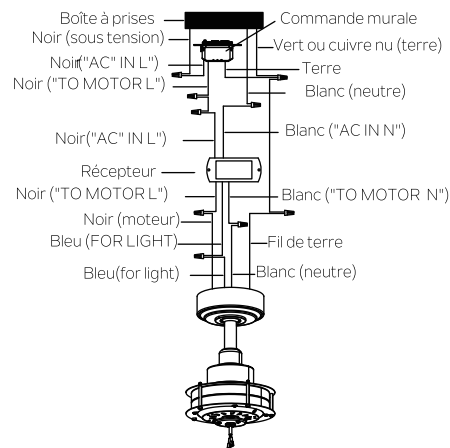

Fig. 13
**Étape 2.** Connexions électriques du moteur au récepteur: Connectez le fil NOIR du ventilateur au fil NOIR marqué "TO MOTOR L" du récepteur. Connectez le fil BLANC du ventilateur au fil BLANC marqué "TO MOTOR N (AU MOTEUR N)" du récepteur. Connectez le fil BLEU du ventilateur au fil BLEU marqué "FOR LIGHT (POUR LA LUMIÈRE)" du récepteur. Sécurisez les connexions des fils avec les connecteurs en plastique (fournis). ( Fig. 13)
**Étape 3.** Connexions électriques du récepteur de télécommande à la boîte à prises: Connectez le fil NOIR (sous tension) du plafond au fil NOIR marqué "AC IN L" de la commande murale. Connectez le fil BLANC (neutre) du plafond au fil BLANC marqué "AC IN N" du récepteur. Connectez le fil NOIR (To Motor L) de la commande murale au fil NOIR marqué "AC IN L" du récepteur. Sécurisez la connexion des fils avec les connecteurs en plastique (fournis). (Fig. 13)
**Étape 4.** Si votre boîte à prises dispose d'un fil de mise à la terre (verte ou cuivre nu), connectez-la aux fils de terre du ventilateur. Si elle ne dispose pas de fil de mise à la terre, connectez le fil de terre du ventilateur au support de montage. Sécurisez la connexion des fils avec les connecteurs en plastique (fournis). Après avoir connecté les fils, séparez-les de sorte que les fils verts et blancs se trouvent sur un côté de la boîte à prises et les fils noirs et bleus de l'autre côté. (Fig. 13)